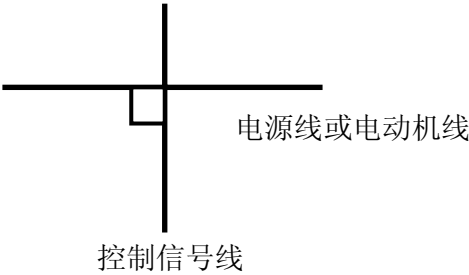

图 3-16 系统配线要求
- (1) 变频器到电动机的电缆线(U、V、W 端子引出线)应尽量避免与电源线(L1、L2、L3 端子输入线)平行布线。应保持 30 厘米以上的距离。
- (2) U、V、W 端子三根电机线尽量置于金属管或金属布线槽内。
- (3) 一般控制信号线应采用屏蔽电缆，屏蔽层与变频器 PE 端相连后，以靠近变频器侧单端接地。
- (4) 变频器 PE 端接地电缆必须直接与接地板相连, 不得借用其它设备接地线接地。
- (5) 强电电缆(L1、L2、L3、U、V、W)不得与控制信号线平行近距离布线，更不能捆扎在一起，须保持 20~60 厘米（与强电电流大小有关）以上的距离。如果要相交，则应相互垂直穿越，如图 3-16 所示。
- (6) 强电接地线必须与控制信号和传感器等弱电接地线分别独立接地。
- (7) 禁止在变频器电源输入端(L1、L2、L3)上连接其它用电设备。